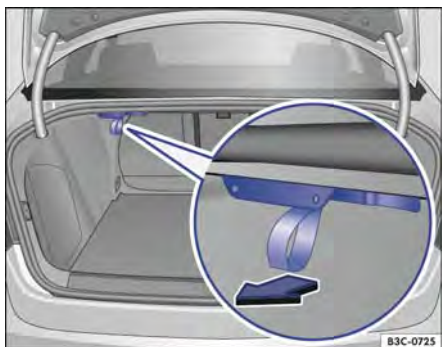

Fig. 190 No compartimento de bagagem: ganchos para sacolas (variante 2).
- Puxar o gancho para sacolas segurando-o pela alça no sentido da seta → Fig. 190.